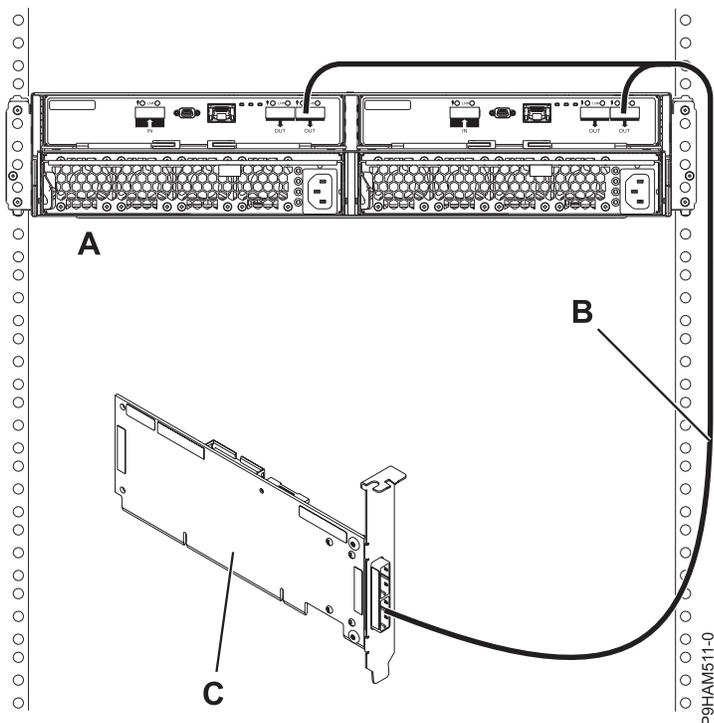

Figura 23. Conexión en la modalidad 1 de un alojamiento mediante un cable YO a un adaptador SAS único
14. Lleve a cabo una conexión en la modalidad 1 de un alojamiento (**A**) utilizando un cable YO (**B**) a un adaptador SAS único (**C**), tal como se muestra en la Figura 23, y, a continuación, continúe con "Conexión de los cables, cables de alimentación e instalación de cubiertas" en la página 29.